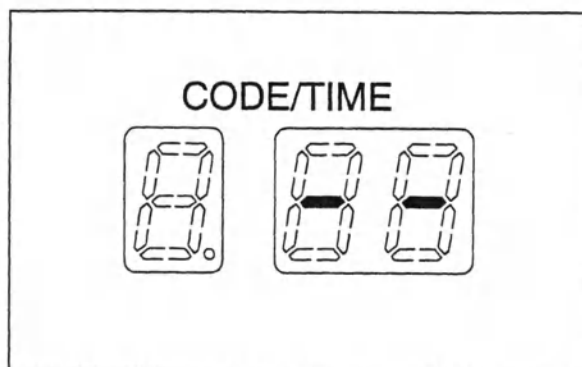

Рис. 4.78
11. Моечная ванна должна быть промыта; последующий зуммерный сигнал и появление на дисплее главной панели управления знака [--] свидетельствует о завершении процесса. При обнаружении каких-либо отклонений от нормы прекратите использование и обратитесь на фирму OLYMPUS (см. рис. 4.78).